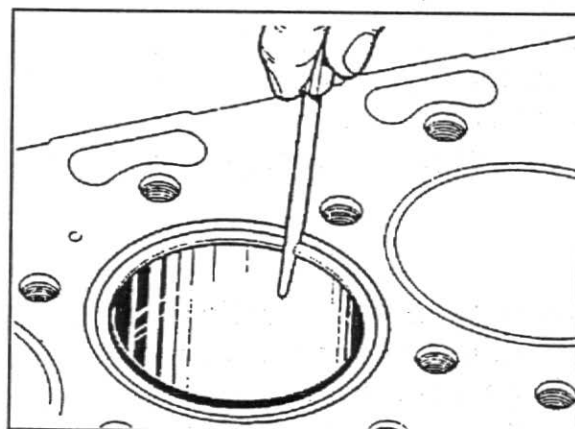

Fig. 10
9. Verifique a folga entre pontas dos anéis de segmento na camisa. A folga deverá ser verificada separadamente. Utilize o êmbolo para introduzir o anel entre 40 e 50 mm abaixo da superfície usinada do bloco. O diâmetro interno da camisa deverá estar dentro das medidas especificadas. Veja abaixo a correta folga entre pontas, fig.10.